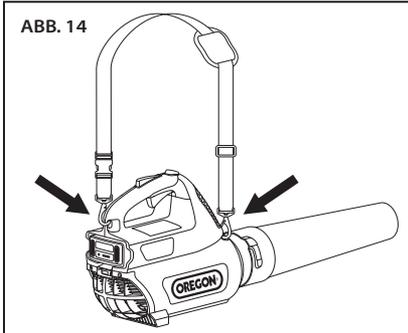

ABB. 14
- Befestigen Sie die Halteclips des Gurts mithilfe der Gurtschnalle auf der Vorderseite und des Schnellverschlusses auf der Rückseite an den Gurtschlaufen (Abb. 14).